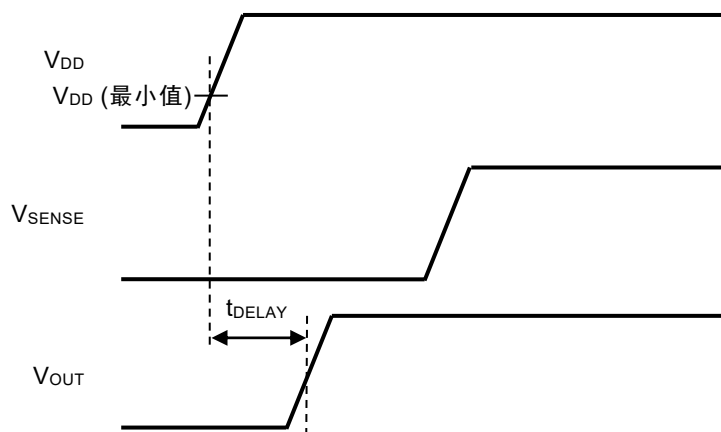

图19
- (1) 按VDD端子、SENSE端子的顺序接通 (参阅图19)
- (2) VDD端子和SENSE端子同时接通